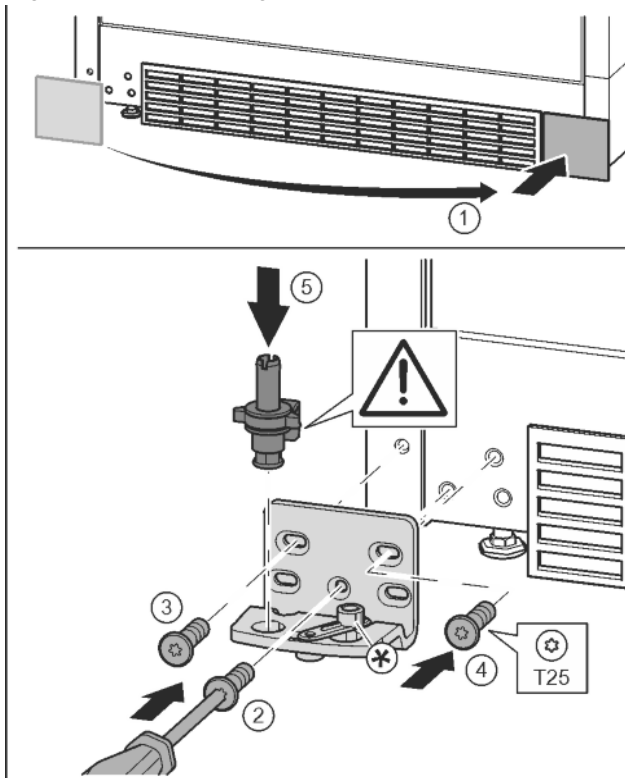

Fig. 16
- ▶ Abdeckung abnehmen und auf der anderen Seite anbringen. Fig. 16 (1)
- ▶ Lagerbock auf der anderen Seite ansetzen und mit Hilfe eines Schraubendrehers T25 anschrauben. Mit Schraube 2 unten in der Mitte beginnen. Fig. 16 (2)
- ▶ Schraube 3 und 4 festschrauben. Fig. 16 (3, 4)
- ▶ Lagerbolzen komplett einsetzen. Dabei darauf achten, dass der Rastnocken nach hinten zeigt. Fig. 16 (5)